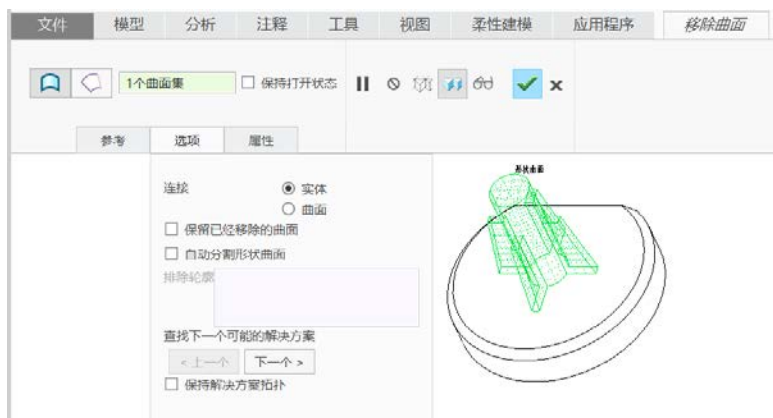

图 9-60 “移除曲面”选项卡
④ 在“移除曲面”选项卡中进行相关设置，在本例中可接受默认设置，如图 9-60 所示。